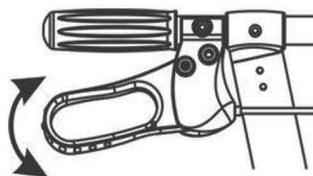

Abb. 1
4. Den mittleren Gurt befestigen (Abb. 1), um zufälliges Zusammenfalten des Rollators zu vermeiden. Versichern Sie sich, dass der Gurt gespannt ist.
1. Um die Gehhilfe zu verlangsamen oder anzuhalten, ziehen Sie den Bremshebel nach oben. Lösen Sie den Bremshebel, um wieder zu gehen (Abb. 1).